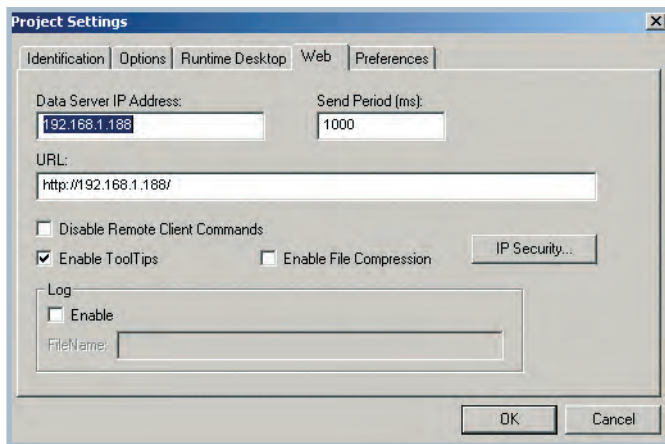

Рис. 10. Настройка параметров Web-сервера AStudio
1. В настройках проекта ввести IP-адрес компьютера, на котором будет выполняться проект AStudio (рис. 10) и URL (последний «/» обязательен).